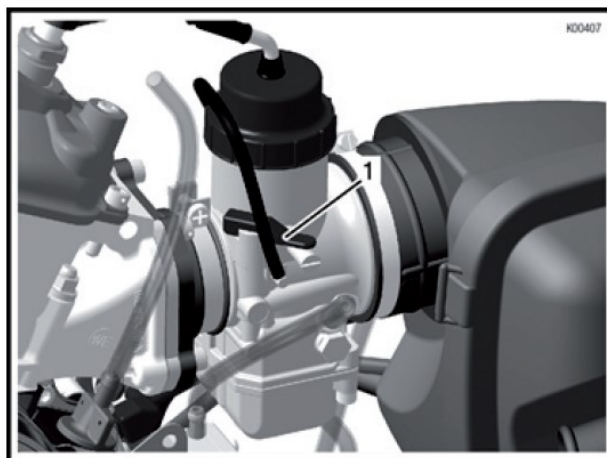

Fig. 5
- Sur un moteur froid, tirer le levier de starter (rep. 1, fig. 5) en position verticale.